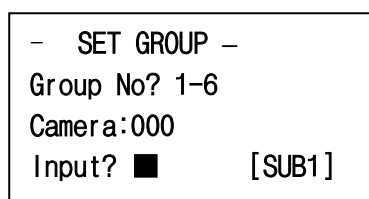

図3-26
**Group 設定モード:** Set key → Group key(図3-26)